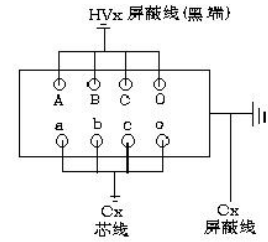

图 12 变压器接法
- (1)一次绕组对二次绕组（中性点均未接地）
- A. 接线见图 12
- (2)一次绕组对二次绕组及地